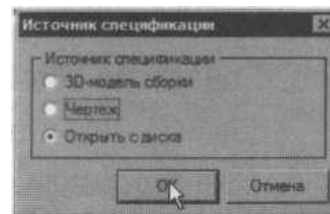

Рисунок 104
13. Нажмите на панели инструментов **Программы - Импорт комплектования КОМПАС**. В окне **Источник спецификации** (рис. 104) выберите в качестве источника **Открыть с диска** и нажмите кнопку **ОК**.